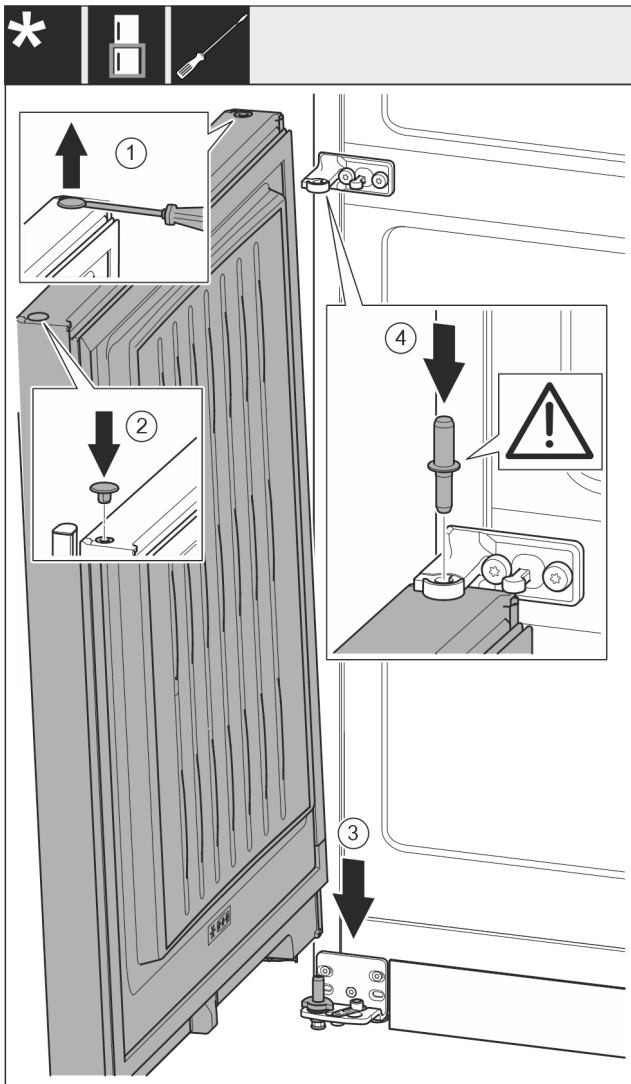

Fig. 29
- ▶ Løft forsigtigt propperne op med en flad skruetrækker, og træk dem ud. Fig. 29 (1)
- ▶ Sæt propperne igen i den anden dørside. Fig. 29 (2)
- ▶ Sæt døren på fra oven og ned på den nederste hængselbolt. Fig. 29 (3)
- ▶ Sæt den midterste hængselbolt i gennem den midterste hængselkonsol i den nederste dør. Sørg i den forbindelse for, at låsekammen vender bagud. Fig. 29 (4)